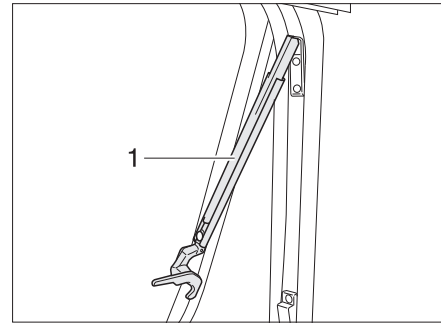

Fig. 39 Fenêtre projetante avec bras automatiques, ouverte
- Ouvrir la fenêtre projetante jusqu'au cran d'arrêt souhaité. Le bras automatique (Fig. 39,1) s'enclenche automatiquement.